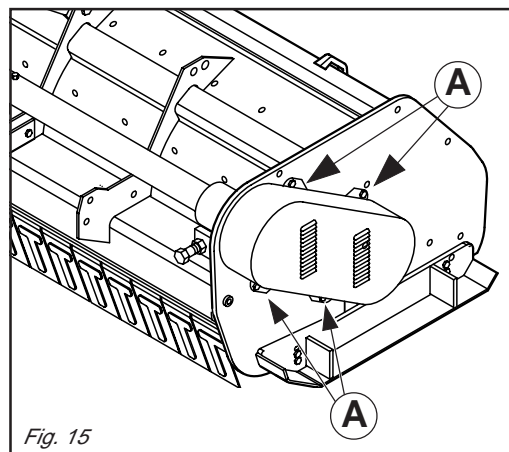

Fig. 15
- Togliere le viti che fissano il carter di protezione (A Fig. 15), aprire il carter tirandolo verso l'esterno.
- Rimontare il carter, fissandolo con le relative viti tolte in precedenza (Fig. 15).
- *Remove the bolts that fix the protective casing (A Fig. 15). Open the casing by pulling it outwards.*
- *Remount the casing and fix it in place with the previously removed bolts (Fig. 15).*
- Die Schrauben entfernen, die das Schutzgehäuse (A, Abb. 15) befestigen, das Gehäuse öffnen, indem man es nach außen zieht.
- Das Gehäuse wieder montieren und mit den zuvor entfernten Schrauben befestigen (Abb. 15).
- *Oter les vis de fixation du carter de protection (A Fig. 15), ouvrir le carter en le tirant vers l'extérieur;*
- *Remonter le carter, en le fixant au moyen des vis enlevées précédemment (Fig. 15).*
- Quitar los tornillos que fijan el cárter de protección (A Fig. 15); abrir el cárter, tirando de él hacia el exterior.
- Volver a montar el cárter, fijándolo con los correspondientes tornillos (Fig. 15).